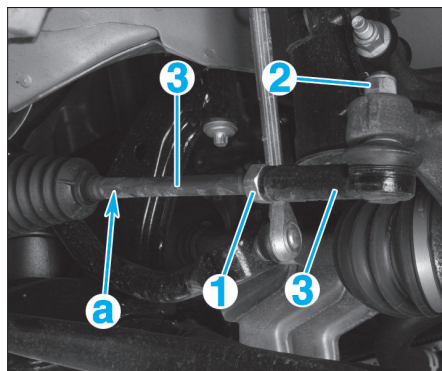

Fig. 12
- Desserrer le contre-écrou (1) de réglage de parallélisme (Fig.12).
- Déposer l'écrou (2), puis à l'aide d'un arrache-rotule, extraire la rotule (3) du pivot.
- Dévisser la rotule de direction (3) en maintenant la biellette de direction (4) en (a) à l'aide d'une clé plate.